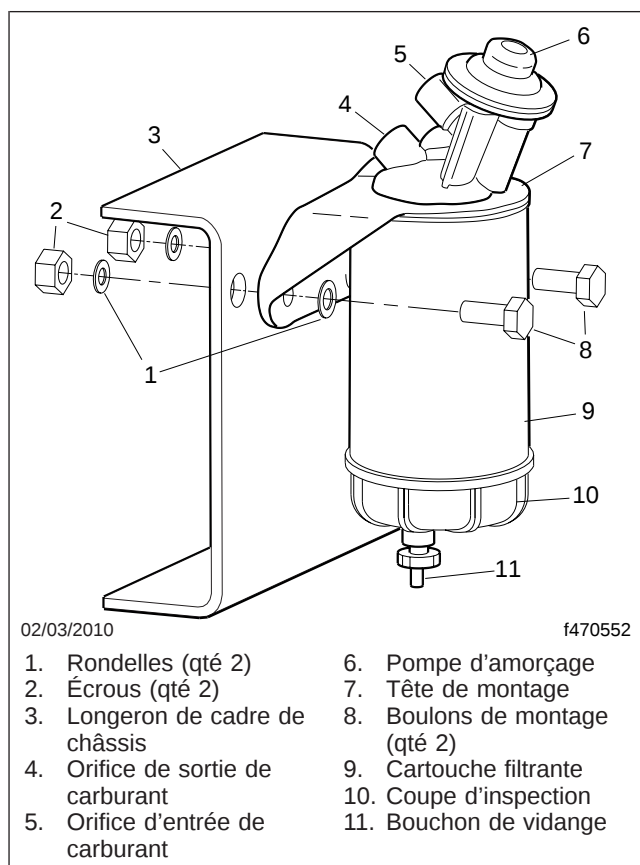

Fig. 21.12, Montage et installation d'un séparateur carburant-eau Alliance
- 4.2 *Modèles Alliance/Racor :* Tournez le bouchon de vidange dans le sens antihoraire pour le déposer. Voir la **figure 21.12**.